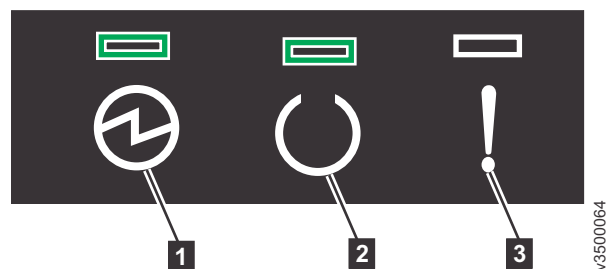

图 141. 节点容器指示灯
5. 从扩展机柜后部，检查每个节点容器上的指示灯（请参阅第 149 页的图 141）。